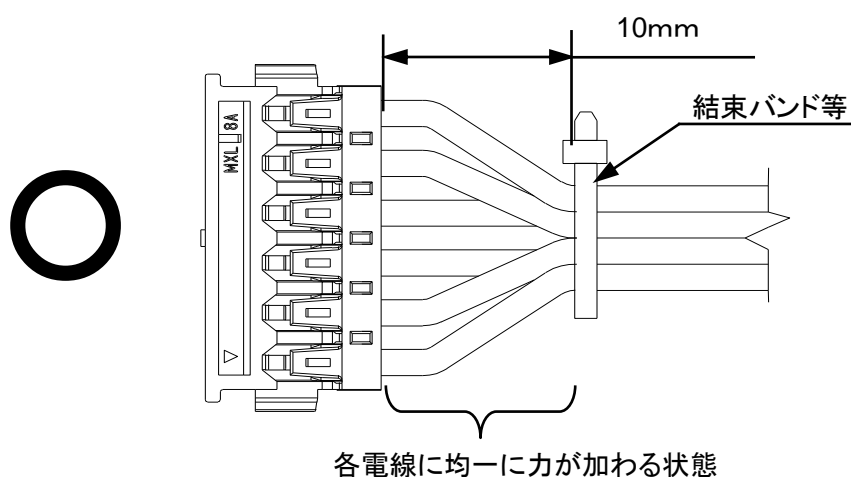

Fig.6 適切なハーネス結束状態
- ① 電線の結束は、コネクタから 10mm 以上のところで、電線に加わる力が均一になるようにして下さい。(Fig.6)